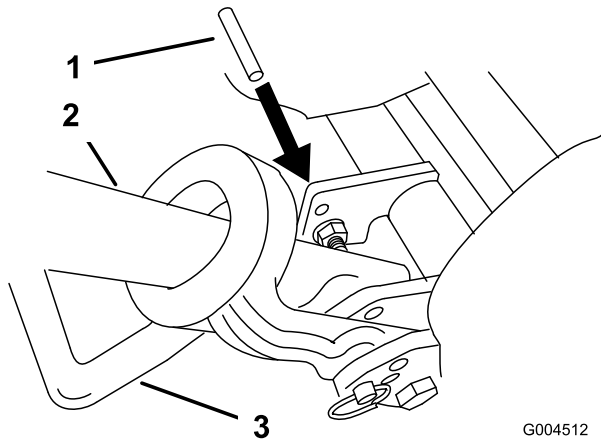

Figure 4
2. Abaissez la béquille. Insérez une goupille de 6,4 mm de diamètre (ou équivalent) dans le trou du bâti au-dessus du boulon de montage de la béquille (Figure 4).